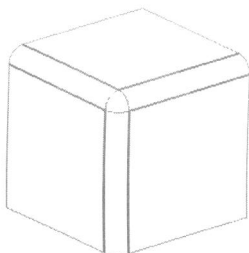

图1-13
11. 以相同的方法创建分割曲线，结果如图 1-13 所示。